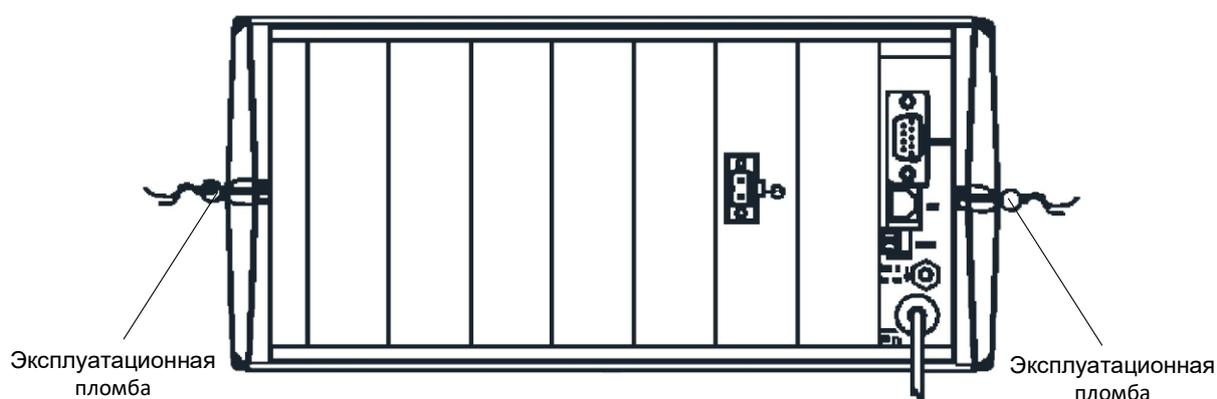

Рис.22. Места пломбирования корпуса КПИ.
6.2. При поставке комплекса верхняя и нижняя части корпуса совместно пломбуются двумя навесными пломбами (рис.22).